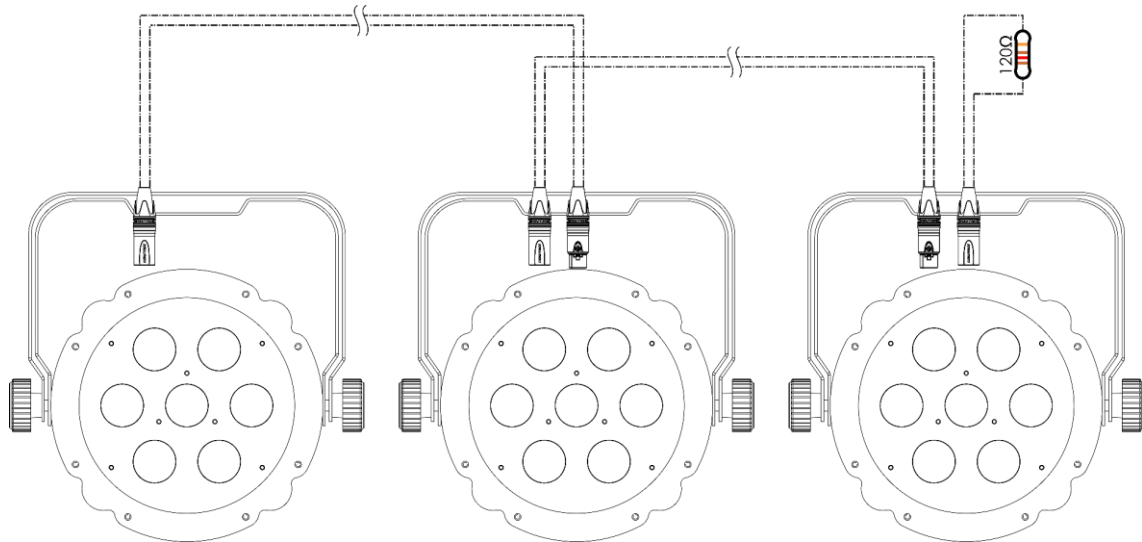

Abb. 10
- 02) Verbinden Sie die gewünschte Anzahl an Geräten auf diese Weise, wie in Abb. 10 gezeigt. Das zuerst verbundene Gerät wird automatisch zum Master-Gerät.